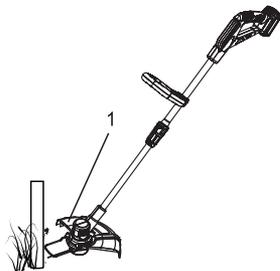

Fig. 18
Si le cercle de coupe devient trop petit, il se peut que le fil pour coupe-herbe soit coincé dans la bobine ou qu'il soit épuisé. Avancer manuellement le fil comme indiqué à la figure 18. Si cela ne fonctionne pas, consulter « RÉPARATION D'UN FIL POUR COUPE-HERBE COINCÉ OU TROP COURT » ci-dessous.
Une fois la coupe terminée, nettoyer le dessous de la protection et la bobine. Avancer le fil comme indiqué à la figure 18 pour s'assurer qu'il est de la bonne longueur pour la prochaine utilisation.
Pour éviter d'endommager un poteau, une terrasse, etc., abaisser le guide de coupe (1) et configurer le coupe-herbe (Fig. 18) pour protéger le fil du coupe-herbe.